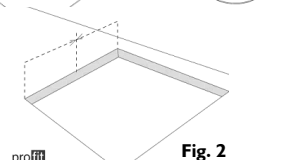
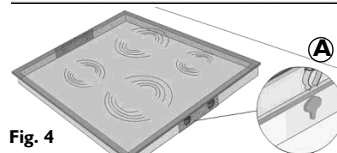

Fig. 2
Fig. 4
- Meça o centro dos lados verticais do corte conforme indicado na Fig. 2.
- Coloque o centro dos suportes (C) no centro do lado previamente identificado.
- Fixe com os 4 parafusos (B) fornecidos utilizando os orifícios previstos.
- Insira a placa no orifício feito, procedendo de forma a bloquear os grampos (A) nos respectivos encaixes dos suportes (C Fig. 4 e 5).
- Posicione os suportes (C) conforme indicado na figura, em função da espessura do tampo.
- Fixe os parafusos (E) nos orifícios (D).